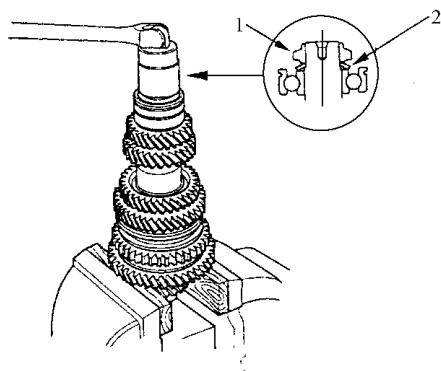

图 4-81 拆卸锁紧螺母
3) 如图 4-81 所示，拆卸锁紧螺母(左旋螺纹)和弹簧垫圈。